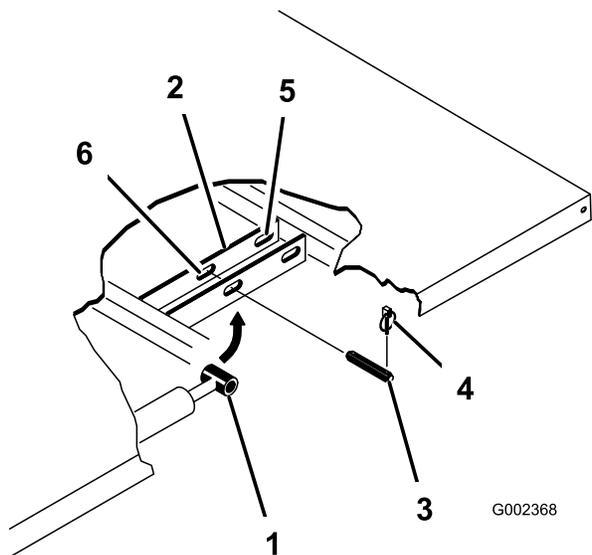

Рисунок 22
3. Удалите шплинты с кольцом из наружных концов шплинтуемых штифтов на штоках гидроцилиндров (Рисунок 22).
4. Снимите шплинтуемые штифты, крепящие концы штоков гидроцилиндров к монтажным плитам кузова, протолкнув штифты внутрь (Рисунок 22).
5. Выньте шплинтуемые шплинты, которые крепят шарнирные кронштейны к швеллерам рамы (Рисунок 22).